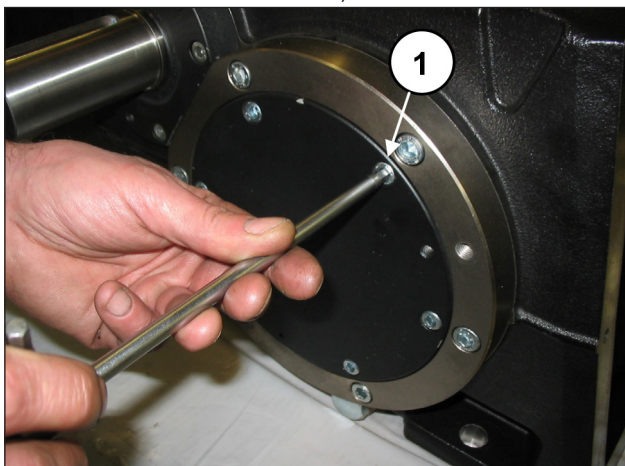
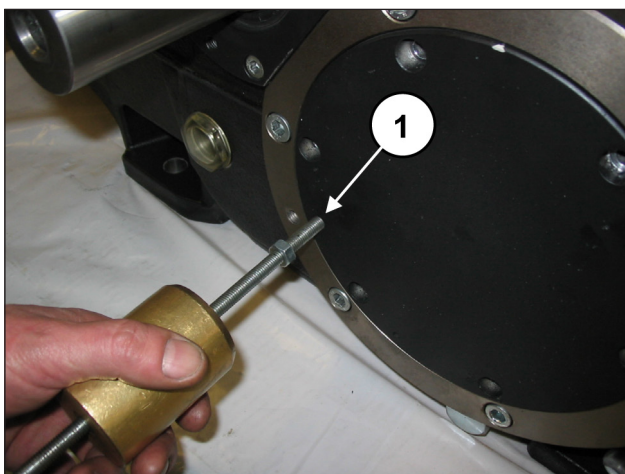

Fig. 11
Fig. 12
Proporcione agora a desmontagem das duas coberturas do rolamento, soltando os parafusos relativos (pos. ①, Fig. 11). Para facilitar a desmontagem, use 2 grãos ou parafusos M8 (pos. ①, Fig. 12) com a função de extratores. Retire o anel circular e substitua-o, se for necessário.